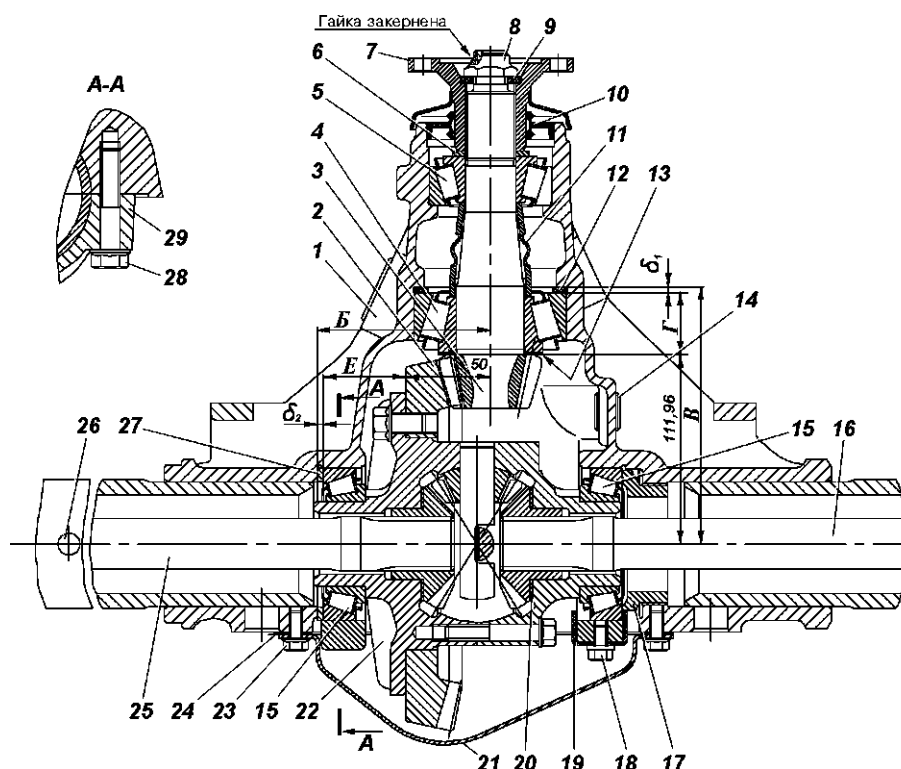
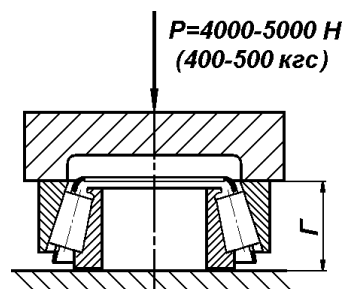
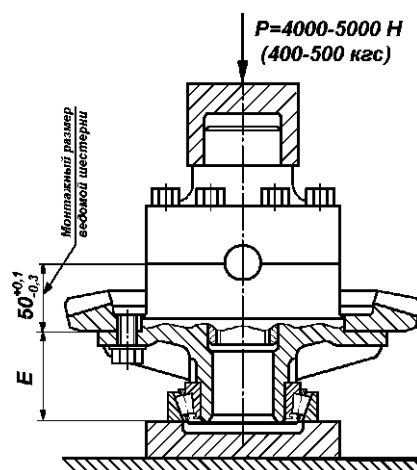

Рис. 9.1. Мост задний:
Рис. 9.8. Замер монтажной высоты подшипника ведущей шестерни главной передачи
Рис. 9.9. Замер установочного размера дифференциала с подшипником
ЗАДНИЙ МОСТ (рис. 9.1)
Для устранения осевого зазора ведущей шестерни необходимо подтянуть гайку 8 (см. рис. 9.1). При этом имейте в виду, что гайка имеет кернение в паз резьбовой части ведущей шестерни и при подтяжке потребуются большее усилие на ключе. Подтяжку гайки производите осторожно до устранения осевого зазора ведущей шестерни, не допуская ее перетяжки, после чего закерните гайку. Если закерненную гайку подтянуть не удастся, то ее следует сначала отпустить на 0,5 - 1,0 оборота, а затем затянуть до устранения осевого зазора и закернить.
2. Отверните болты крепления полуосей и с их же помощью снимите полуоси 16 и 25 (см. рис. 9.1).
Фланец ведущей шестерни. Торец фланца, сопряженный с кольцом 6 (см. рис. 9.1), должен быть гладким. При
1. Подберите регулировочное кольцо 12 (см. рис. 9.1) толщина которого определяется по действительным размерам В и Г, и должна быть равна $\delta_1 = (B - (111,960 + \Gamma))$ мм с точностью $\pm 0,025$ мм. (Размер Г измеряется так, как показано на рис. 9.8.) Установите его в картер 1 (см. рис. 9.1) главной передачи.
При установке новой ведомой шестерни 2 и нового подшипника 15, установленного со стороны ведомой шестерни и упирающегося в регулировочное кольцо 27, измерьте размер Е (рис. 9.9), приложив осевое усилие $P=4000-5000$ Н (400-500 кгс) и прикатав подшипник, чтобы ролики заняли правильное положение. В картере измерьте размер В (см. рис. 9.1) от оси ведущей шестерни до упорного торца подшипника дифференциала. По действительным размерам В, Е и монтажного размера 50 мм ведомой шестерни подберите кольцо толщиной $\delta_2 = (B - (E + 50 \pm x))$ мм с точностью $\pm 0,025$ мм, где x - величина фактического отклонения от монтажного размера 50 мм с соответствующим знаком (плюс или минус), которая нанесена электрографом на торце ведомой шестерни.
Если требуется заменить только подшипник дифференциала, установленного со стороны ведомой шестерни, то следует измерить монтажную высоту подшипника, как указано на рис. 9.8. Если измеренная высота нового подшипника больше или меньше высоты старого подшипника на какую-то величину, то, чтобы не нарушать положение ведомой шестерни, новое регулировочное кольцо 27 (см. рис. 9.1) должно быть